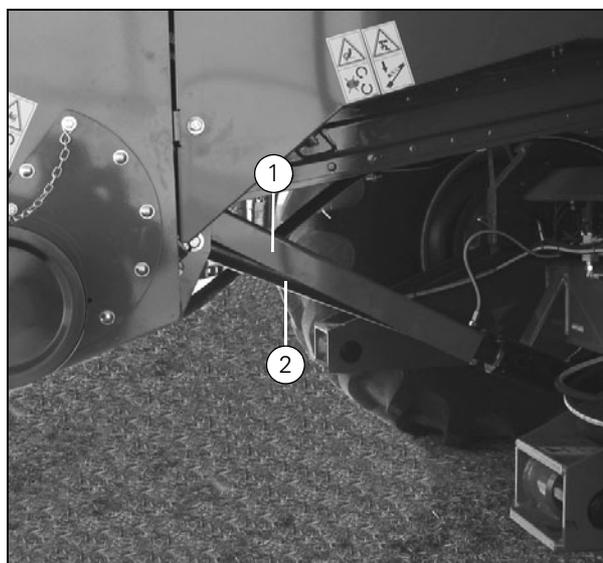

Рисунок 48
ПРЕДУПРЕЖДЕНИЕ. При необходимости работать под или на поднятой жатке и приемном элеваторе надежно закрепите их в поднятом положении (Рис. 48). Для этого поднимите оба упора (1) над тягами (2) на подъемных цилиндрах жатки.